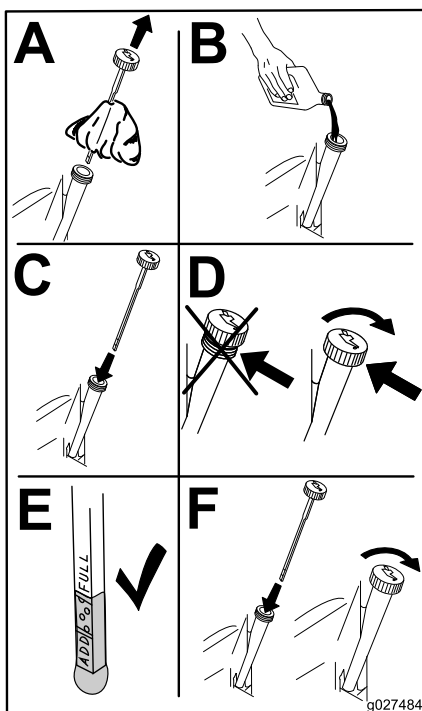

Figure 48
- Versez lentement environ 80 % de l'huile spécifiée dans le tube de remplissage, puis faites l'appoint lentement pour faire monter le niveau jusqu'au repère maximum (**Full**) (Figure 48).